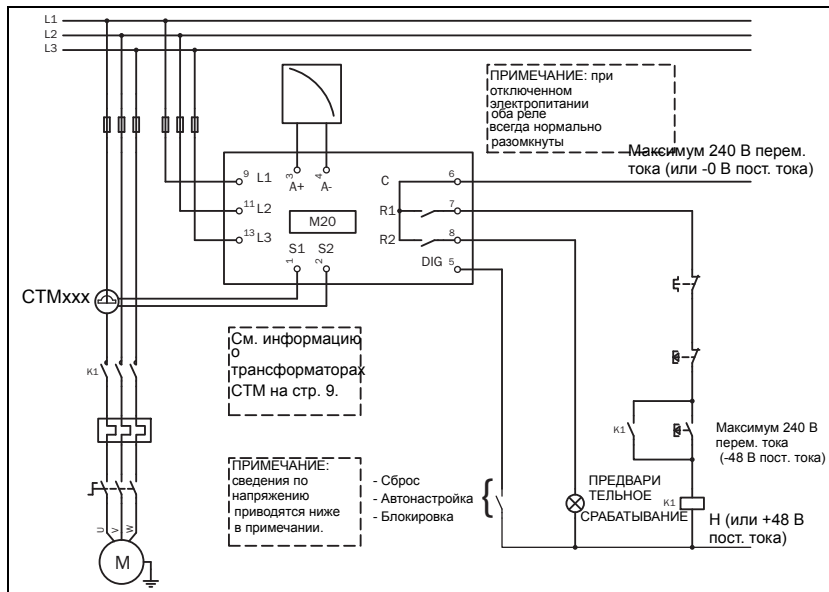
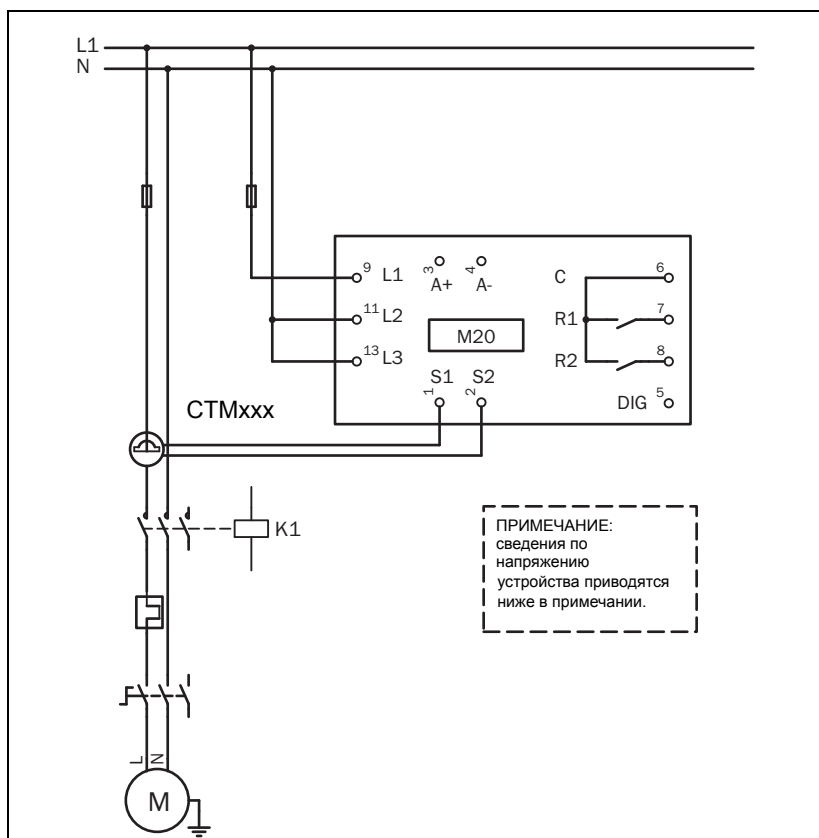

Рис. 1 Пример подключения
Рис. 2 Пример однофазного подключения.
1. Подключите Emotron M20 в соответствии с указаниями из главы 5 и Рис. 1.
На следующей схеме приводится пример подключения устройства M20 для управления цепью пуска/останова трехфазного двигателя, Рис. 1. Подключения к однофазному двигателю описаны в данном руководстве ниже (Рис. 2), поскольку в таких случаях требуется внесение изменений в программирование. По умолчанию монитор нагрузки M20 настроено на использование 3 фаз.
1. Трансформатор тока СТМxxx должен быть установлен на фазе, соединенной с клеммой 9, это фаза L1, см. Рис. 1. нарушение данного требования приведет к выходу устройства из строя.
2. Однофазное подключение показано на Рис. 2.
Примечание: трансформатор тока (СТМxxx) должен быть установлен на фазе, соединенной с клеммой 9, это фаза L1, см. Рис. 1.
ПРИМЕЧАНИЕ: если ПУСК/ОСТАНОВ подключен согласно Рис. 1, рекомендуется шунтировать клеммы 6 и 7 при программировании. По завершении программирования шунт должен быть извлечен. Если подключение выполнено согласно Рис. 1, диапазон напряжений устройства, например, 3x380-500 В перем. тока, должен соответствовать напряжениям соответствующего двигателя или линии, например, 3x400 В.
В данном примере подключения показаны соединения, необходимые для однофазного оборудования. Остальные подключения показаны на Рис. 1.
ПРИМЕЧАНИЕ: если подключение выполнено согласно Рис. 2, диапазон напряжений устройства, например, 1х100-240 В перем. тока, должен соответствовать напряжению соответствующего двигателя или сети – нейтрали, например, 1х 230 В.
В качестве цифрового входа используются клеммы 5 (DIG) и 6 (C - reference). Может использоваться сигнал переменного или постоянного тока. Если используется сигнал постоянного тока, то "+" подключается к клемме 5 (DIG), а "-" – к клемме 6. При использовании напряжения постоянного тока соблюдайте полярность. См. также Рис. 1, клемма 6: максимум 240 В перем. тока (или -0 В пост. тока) и клемма 5: Н (или +48 В пост. тока). См. также глава 9, "Расширенные функции".